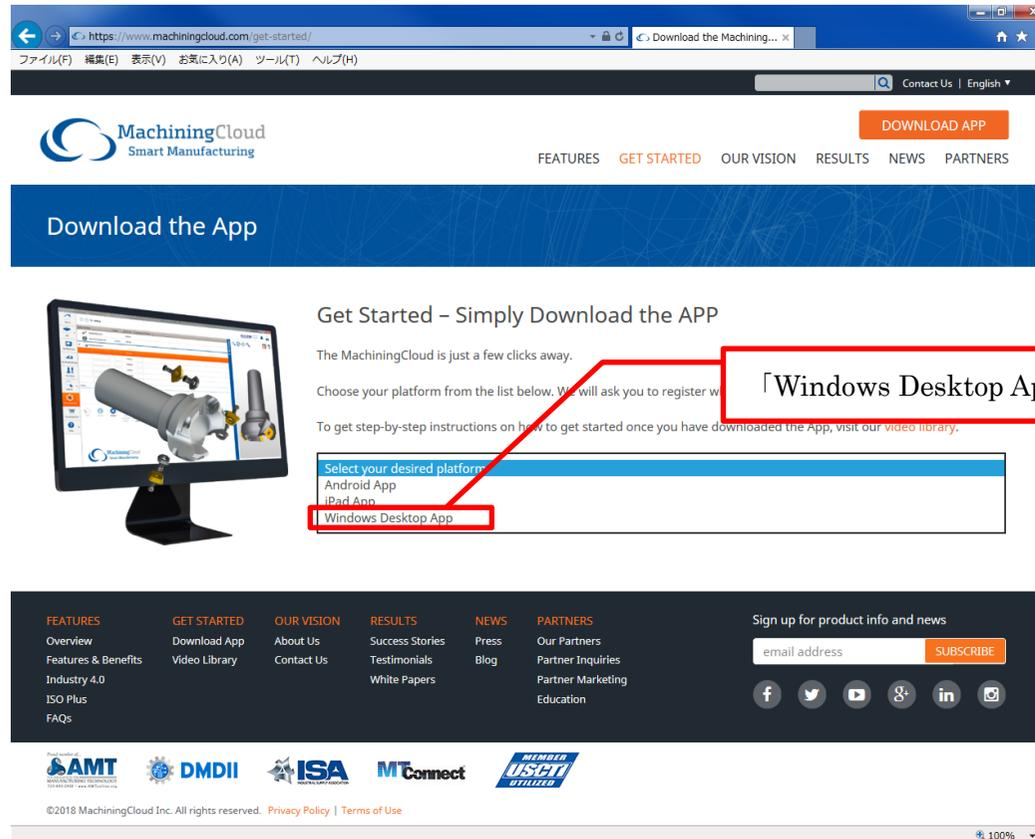

図 3 プラットフォーム選択画面 その 2
(4) プラットフォーム選択画面 (図 3) の「Select your desired platform」の中から「Windows Desktop App」を選択してください。